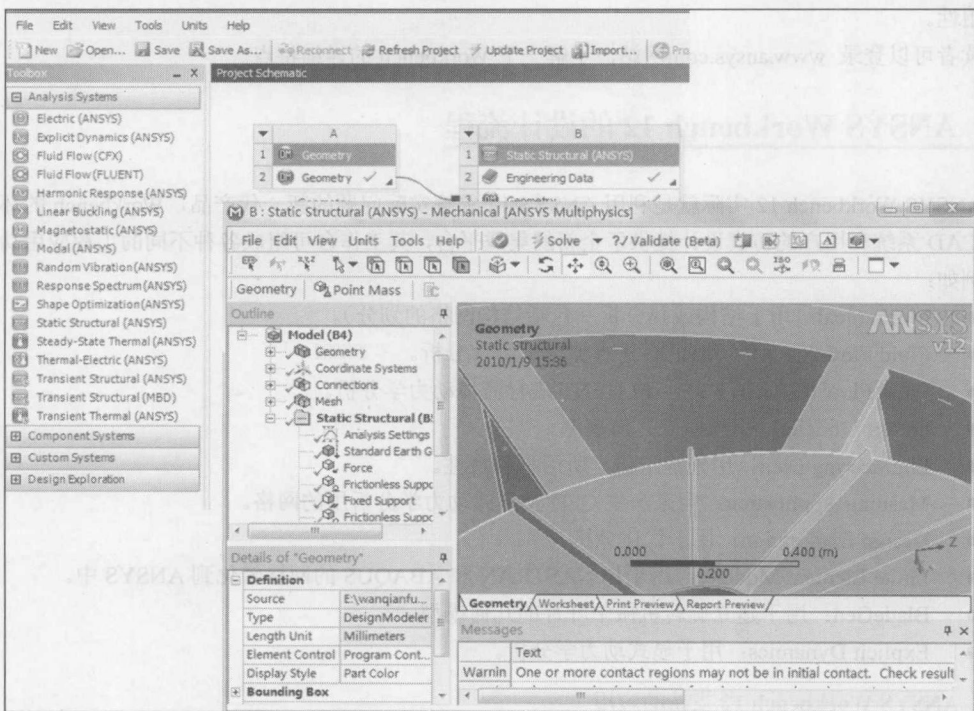

图 1-2 数据集成应用
- **数据集成应用:** 从 Mechanical、Mechanical APDL、FLUENT、CFX、AUTODYN 等下运行, 如图 1-2 所示。